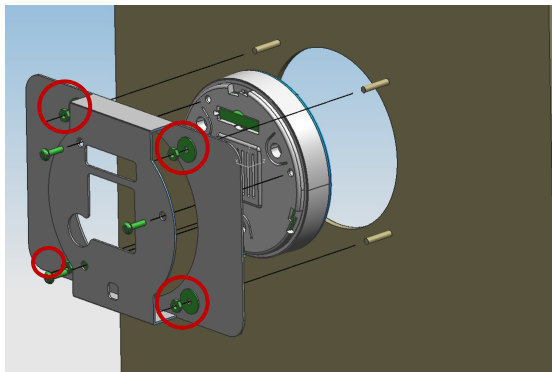

图 5
- 2、使用安装支架配套用的平垫及螺母将安装支架固定在操纵盘面板的外螺纹柱上，如图 5 所示；